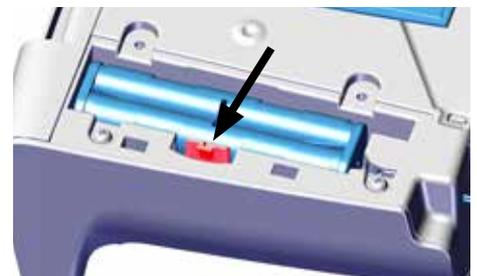

Fig. 2
- ⇒ Pousser la languette de maintien (Fig. 2) sur le côté et retirer le boîtier d'accumulateurs.